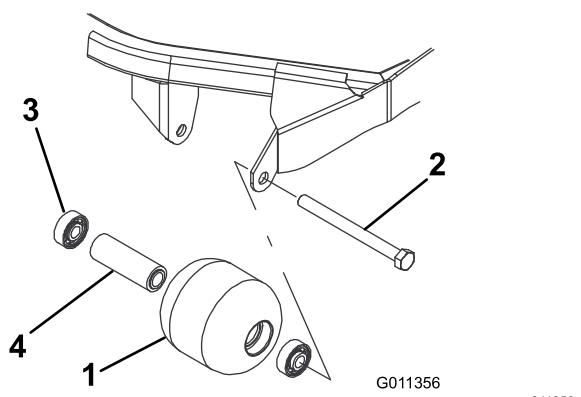

Рисунок 63
- Снимите болт крепления валика (Рисунок 63).
4. Осмотрите корпус, подшипники и распорную втулку подшипника валика на наличие повреждений (Рисунок 63). Замените все поврежденные компоненты и соберите их.
1. Запрессуйте передний подшипник в корпус валика (Рисунок 63). Прикладывайте усилие только к наружному кольцу или одинаковое усилие к внутреннему и наружному кольцам.
2. Вставьте втулку подшипника (Рисунок 63).
3. Запрессуйте второй подшипник в корпус валика (Рисунок 63). Запрессуйте, нажимая с одинаковым усилием на внутреннее и наружное кольца до тех пор, пока внутреннее кольцо не войдет в контакт с проставкой.